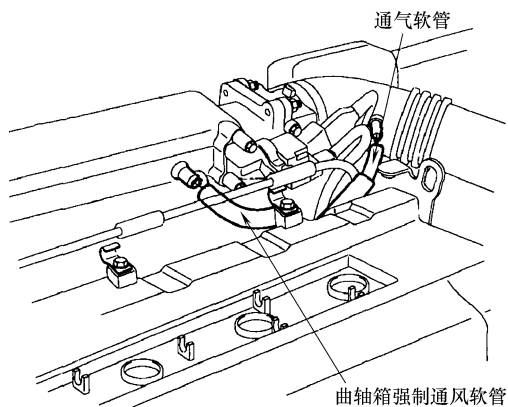

图 31-17 曲轴箱强制通风软管和通气软管
③ 如图 31-17 所示, 拆卸 PCV (曲轴箱强制通风) 软管和通气软管。
3) 参照图 31-17, 安装曲轴箱强制通风软管和通气软管。